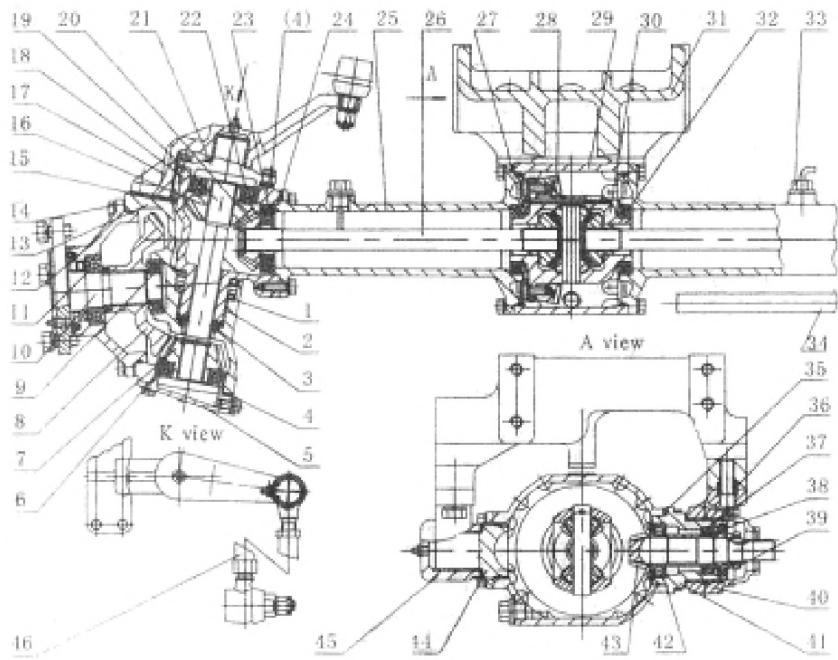

Рисунок 5-2. Передняя ось.
Передняя ось привода (смотрите рисунок 5-2) состоит из центрального привода, дифференциала, главной передачи, корпуса переднего ведущего механизма (29), трубы полуоси (25), трубы главного вала (18), корпуса передней главной передачи (13) и т.д. Задний конец переднего кронштейна (31) на передней оси привода соединен с двигателем. Нижняя часть переднего кронштейна соединена с передней опорой (45), задней опорой (40), позиционной втулкой (36) и болтами. Передний поворотный вал (44) установлен в передней опоре. Кронштейн для подшипника ведущей конической передачи как и задний поворотный вал имеют внешнюю поверхность, установленную в центральном отверстии задней опоры.
Для регулировки снимите ведущую коническую шестерню и выньте необходимое количество регулировочных шайб (38) (смотрите рисунок 5-2). Затяните круглую гайку (39) до вращающего момента 180-240 Нм для затяжки подшипника 32006 (37) и 30206 (42) в диапазоне 0,3-0,5 Нм. Затяните гайку после регулировки.
Для достижения лучшего результата при регулировке пятна контактов правильной установки зазора (0,25-0,35 мм) рекомендуется использовать способ увеличения или уменьшения толщины регулировочных шайб (4), (14), (24) (смотрите рисунок 5-2).